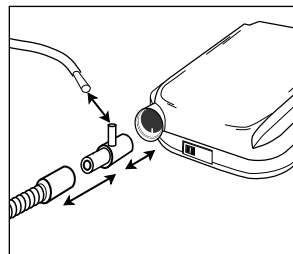

Figure 7
3. L'oxygène peut alors être injecté dans l'air fourni par la PPC en connectant une extrémité d'un tuyau d'oxygène standard à l'adaptateur d'oxygène et en connectant l'autre extrémité de ce tuyau à la source d'oxygène **Figure 7**.